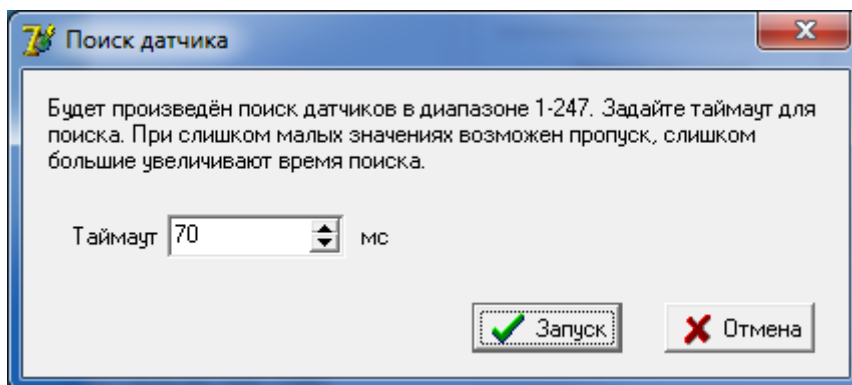

Рисунок 3 – Окно поиска датчика.
Кнопка «Поиск датчика по адресу» (4) предназначена для определения адреса датчика, если адрес данного датчика неизвестен. Для определения необходимо, чтобы в линии находился только один тестируемый датчик! Также, для более быстрого поиска крайне желательно обеспечить как можно более минимальную длину линии связи. При нажатии на данную кнопку откроется следующее диалоговое окно (Рисунок 3):